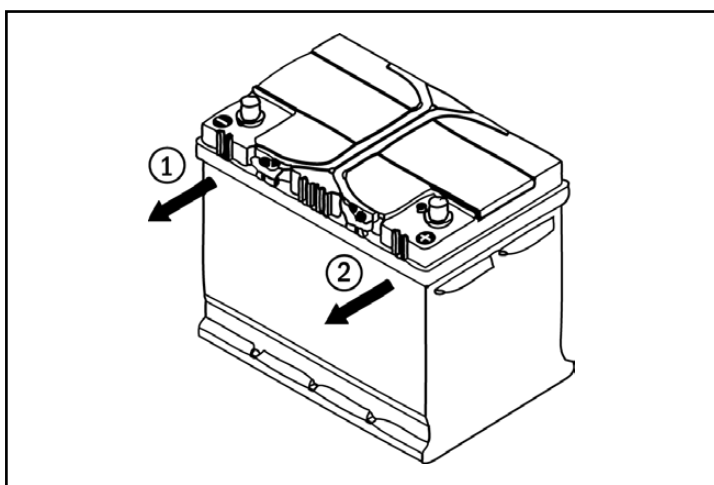

Abb. 1: Batterie abklemmen
- Klemmen Sie zuerst den MINUS-Pol (1) ab und danach den PLUS-Pol (2) (siehe Abb. 1).